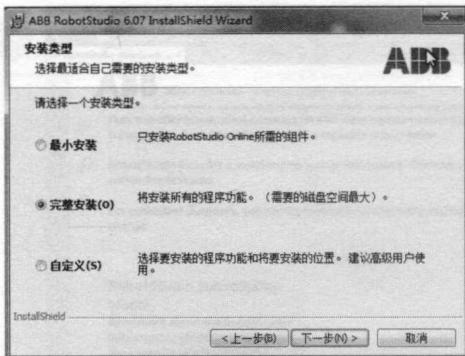

图 1.13 选择“完整安装(O)”
选择“完整安装 (O)”然后单击“下一步 (N)”按钮, 如图 1.13 所示。